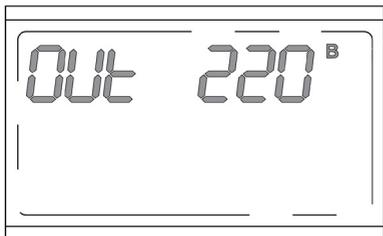

Рисунок 13. ЖК-дисплей в режиме настройки выходного напряжения
1. Двойным быстрым нажатием кнопки  перевести ЖК-дисплей в режим настройки выходного напряжения (**рисунок 13**).